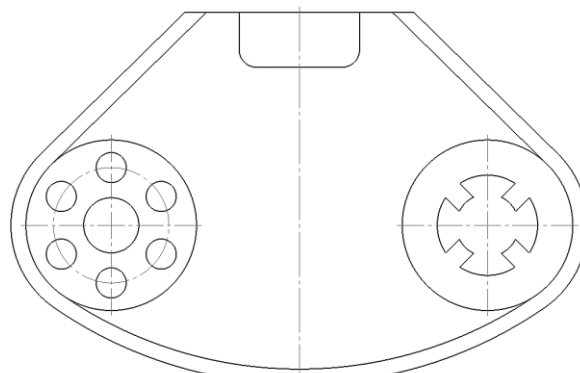

Рис. 69. Построение скруглений
2.13.6 Выполнить сопряжение углов радиусом 7 мм при помощи команды **Скругление** на панели **Геометрия** (рис. 69).